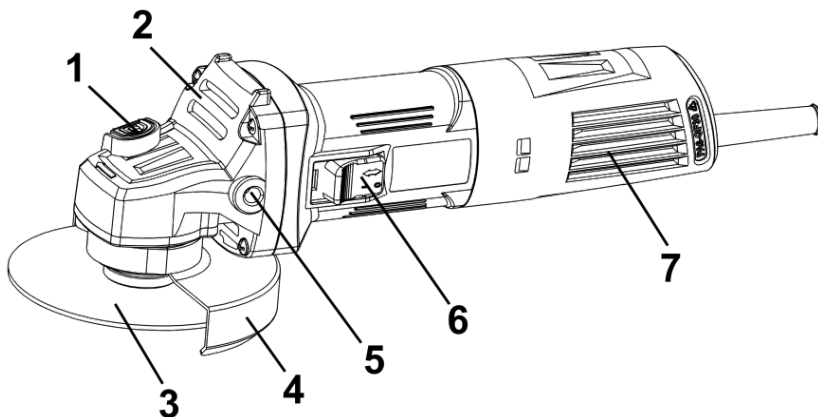

Рисунок 1
2.2.1 Конструкція виробу складається з одноступеневого редуктора з конічними шестернями в металевому корпусі (2), який приєднаний до пластикового несучого корпусу з колекторним двигуном змінного 1-фазного струму, перемикачем (6), вентиляційними сітками (7), мереживим
шнуром живлення згідно з рис.1. Вихідний вал редуктора розташований перпендикулярно осі двигуна і є робочим шпинделем для приєднання змінних насадок (абразивних дисків) (3) з фіксацією затискною гайкою, або накрученими на шпindel. На металевому корпусі (2) виконані нарізні монтажні отвори (7) для встановлення передньої рукоятки, та хомутовим з'єднанням закріплені захисний кожух (4) з можливістю фіксованого позиціонування по колу. Для фіксації шпинделя під час зміни дисків (3) в корпусі редуктора (2) передбачений кнопковий фіксатор (1). Електрична частина виробу складається з колекторного однофазного електродвигуна змінного струму, вимикача електроструму, з'єднувальних проводів і мережевого шнура. Захист від ураження електричним струмом користувача у виробу відповідає класу II за ДСТУ EN 61140:2015.